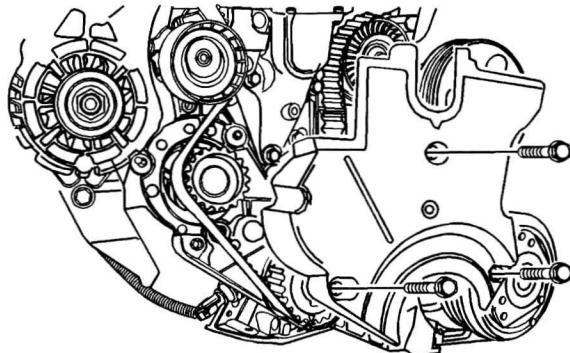

图 1-3-4 拆卸正时皮带罩螺栓和正时皮带罩
12. 拆卸前上正时皮带罩螺栓（图 1-3-4）。
13. 拆卸前上正时皮带罩（图 1-3-4）。
14. 拆卸前下正时皮带罩螺栓（图 1-3-4）。
15. 拆卸前下正时皮带罩（图 1-3-4）。